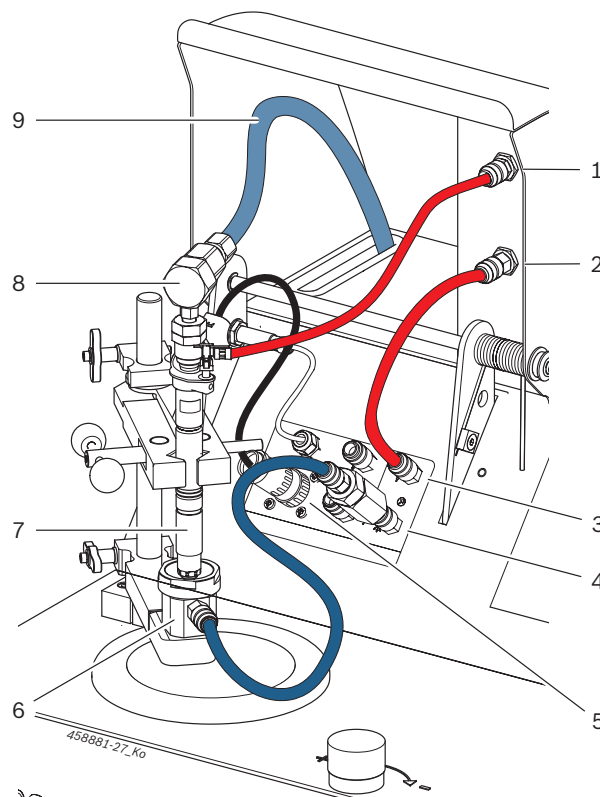

Fig. 5: Prinsippskisse for tilkobling av CRI Piezo
Vent med å montere innsprøytingskammeret (fig. 5, pos. 6) på komponenten til etter "Leak test".
2. Fest CRI Piezo (fig. 5, pos. 7) på klemmen .
3. Koble høytrykks-slangeledningen med tilkoblingsadapter (fig. 5, pos. 8, 9) til på CRI Piezo.
4. Koble slangeledning 1 680 712 368 eller 1680 712 369 til returen fra CRI Piezo og til "Retur-inngang CRI Piezo" (fig. 5, pos. 1).
5. Koble slangeledning 1 680 703 079 til "Returutgang CRI Piezo" (fig. 5, pos. 2) og til "Testkobling for returmengde" (fig. 5, pos. 3).
6. Koble den spesielle adapterkabelen for injektoren (1 684 465 798 oder 1 684 465 672) til CRI Piezo og til "Elektrisk kontakt" (fig. 5, pos. 5).
7. Før inngangsfilteret inn i "Testkobling for innsprøytingsmengde" (fig. 5, pos. 4).
Etter "Leak test" monteres innsprøytingskammeret på komponenten, og slangeledning 1 680 712 362 kobles til innsprøytingskammerets hurtigkobling og via inngangsfilteret til "Testkobling for innsprøytingsmengde" (fig. 5, pos. 4).